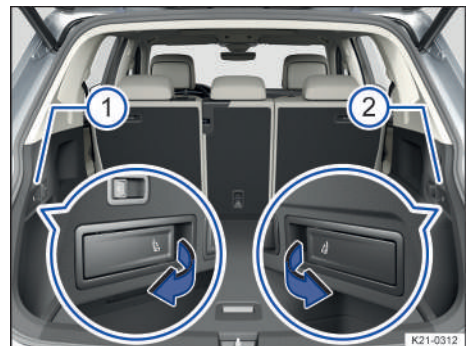

Fig. 96 En el maletero: palancas de desbloqueo a distancia de la parte izquierda ① y la parte derecha ② del respaldo del asiento trasero.
3. Tire de la palanca de desbloqueo → fig. 96 de la parte del respaldo que desee abatir en el sentido de la flecha.